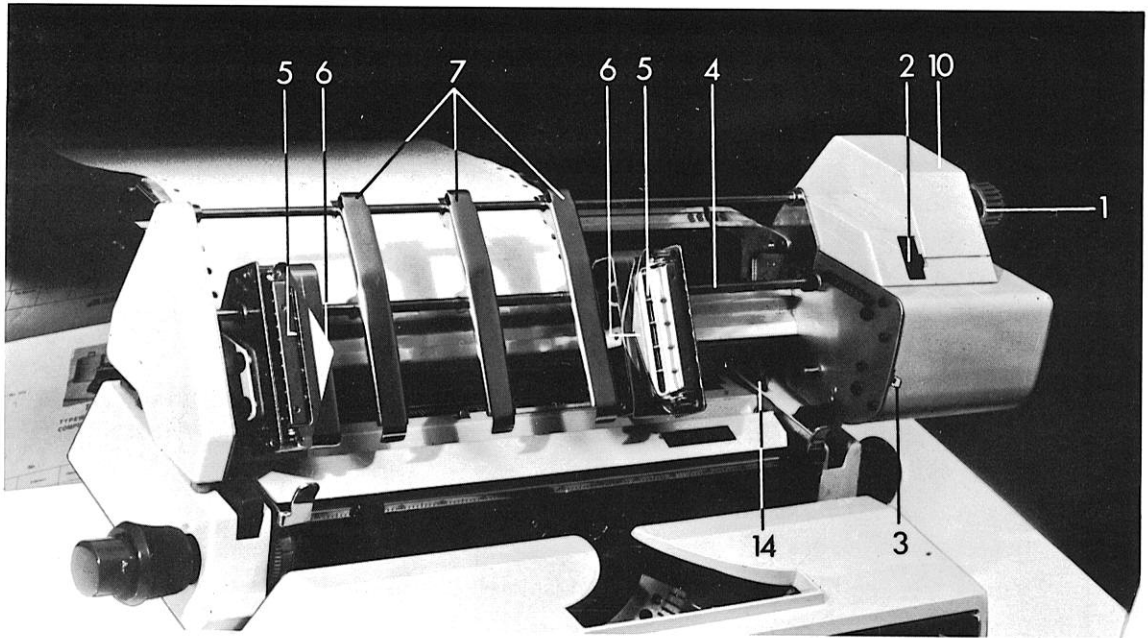

Abb. 10 EF-Einrichtung
Der **Antrieb** erfolgt durch einen programmgesteuerten Elektromotor, welcher über einen Zahnriemenantrieb eine Transportwelle (4) Abb. 10 bewegt, die den Stachelbandantrieb bewirkt. Die Transportsteuerung des Endlosformulars übernimmt ein Steuerstreifen (Lochstreifen).
Das Lösen der Reibkupplung erfolgt durch axialen Druck auf den außen rechts der EF-Mechanik befindlichen Drehknopf (1) Abb. 10 in Richtung Formular bis in Raststellung. Durch Drehen des Drehknopfes von Hand kann nun unabhängig vom Steuerstreifen das Formular bewegt werden. Durch Herausziehen des Drehknopfes bis in Raststellung wird die Verbindung zum Antriebsmotor wieder hergestellt.
Für den **Papiertransport** ist die EF mit einer Stacheltransporteinrichtung ausgerüstet, welche aus zwei parallel und zueinander synchron laufenden Stachelbändern, den Traktoren, besteht (5) Abb. 10.
4.9.2 Aufbau der EF (Abb. 10)
Drehknopf (1) Abb. 10
Schaltknopf für Motormagnet (3) Abb. 10
Traktoren (Stachelbänder) (5) Abb. 10
Führungsklappe (6) Abb. 10
Papierableiter (7) Abb. 10
- Führungsklappen (6) Abb. 10 aufklappen.
- Traktoren (5) Abb. 10 seitlich so verschieben, daß das Endlosformular auf den vorher abstandsgleich verschobenen Papirableitern (7) Abb. 10, sowie auf den Transportstacheln aufliegt und in gewünschter Schreibposition steht.
- Endlosformular in die Traktoren (5) Abb. 10 einlegen, so daß die Transportstacheln jeweils in die seitliche Formular-Lochanordnung eingreifen.
- Führungsklappen (6) Abb. 10 wieder zuklappen.
- Drehknopf (1) Abb. 10 in Formularrichtung axial eindrücken und durch manuelles Drehen (Uhrzeigersinn) **Grundstellungszeile** des Endlosformulars einstellen. Zweckmäßigerweise wird nicht das erste, sondern das **zweite Formular** zur Einstellung der **Grundzeile** verwendet.
Muß bei der Grundzeileneinstellung das Formular rückwärts bewegt werden, so ist das hineinlaufende Endlosformularteil leicht rückwärts zu ziehen, und gleichzeitig der eingedrückte Drehknopf (1) Abb. 10 (gegen Uhrzeigersinn) zu betätigen. Um eine genaue Zeileneinstellung zu erreichen, ist das Formular zunächst weiter als notwendig zurückzudrehen.
- Drehknopf (1) Abb. 10 wieder bis zum Rastpunkt herausziehen (axiale Richtung).